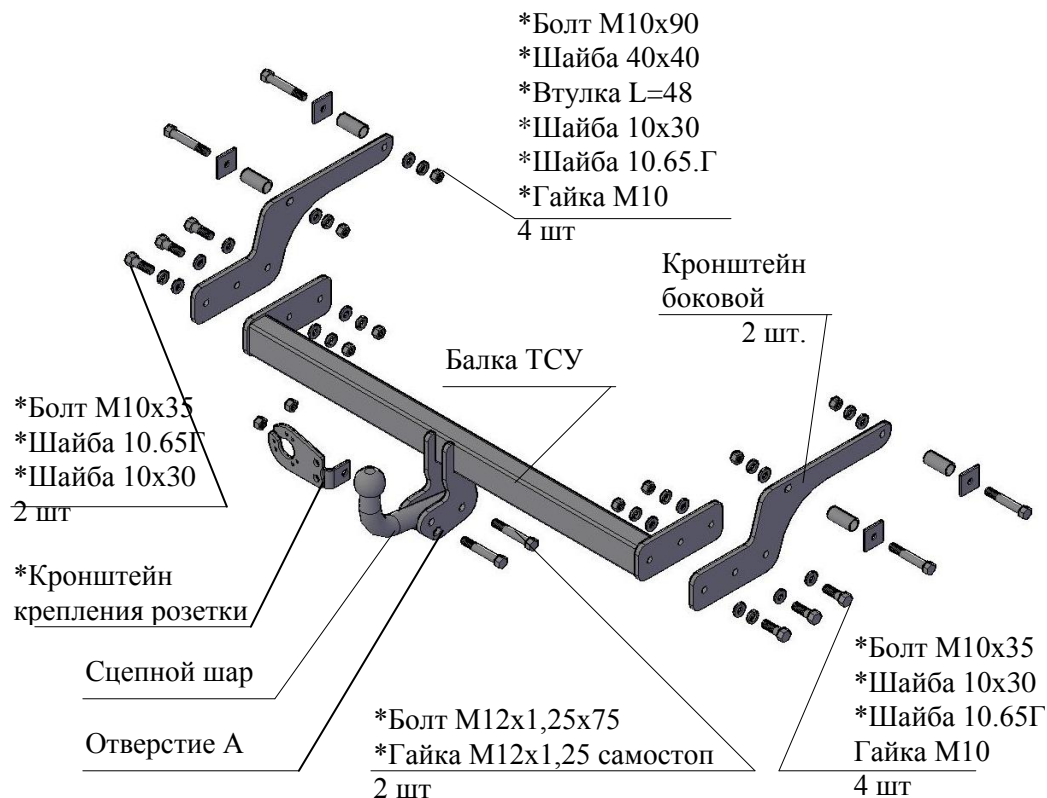

Рис.1 Тягово-сцепное устройство ТСУ 9011 Рено Логан. 2
2.1 ТСУ 9011 в сборе (рис.1)	1 шт.
2.2. Пакет комплектующих (рис.1)